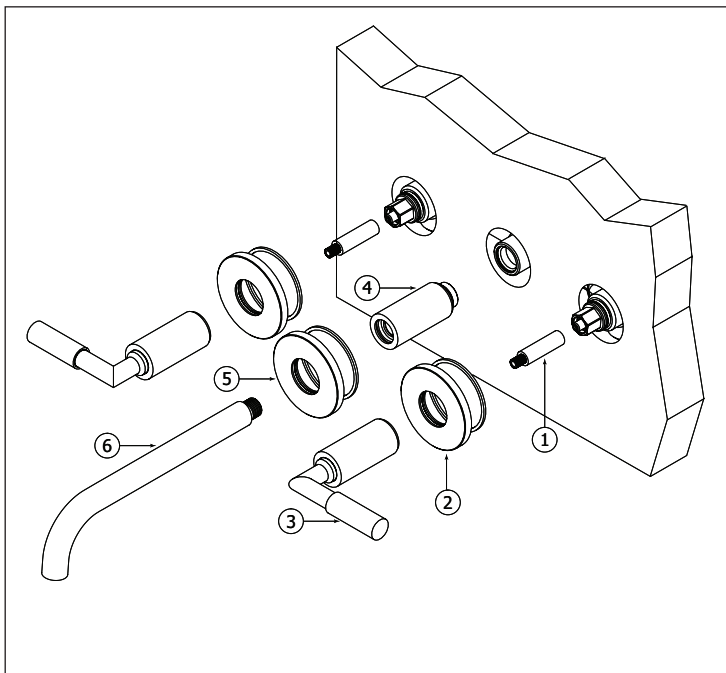

Fig.3
First install the base of the spout (4) , it must be screwed "all-the-way in". Slip the decorative escutcheon (5) in place fig.3. Then screw the spout (6) until you encounter some resistance. Continue turning until the spout faces straight down.
Installez d'abord la base du bec (4), elle doit être vissée "à fond". Glisser l'écusson décoratif (5) en place fig.3.
Then, with the COLD decorative handle in place, simply rotate it until lines up to an ideal position. To achieve the same result with the HOT decorative handle you will need to first rotate it farther than the full "on" position before returning it to line-up horizontally. Fig.3. Re-tighten the cartridge bonnet see fig.3
Ensuite, avec les poignées décoratives en place, ajuste la poignée froide directement. Pour la chaude, commencer par ouvrir la cartouche au-delà de la verticale avant d'abaisser la poignée dans une position parfaitement horizontale. Fig.3. Finir en vissant le bonnet de la cartouche.